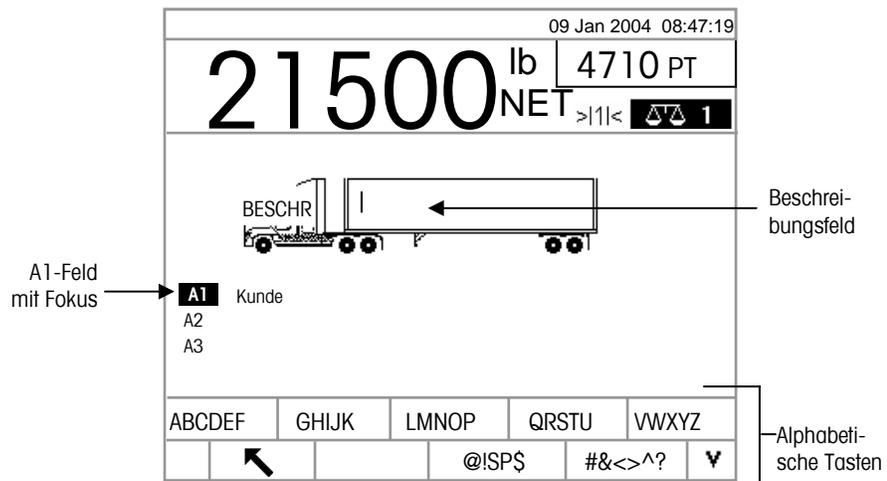

Abbildung 2-12: Eingabeaufforderung für die Durchgangsfahrzeug-Wäge-ID
2. Die Schnellfunktionstasten und Anwendungstasten werden zu alphabetischen Tasten (siehe Abbildung 2-12).